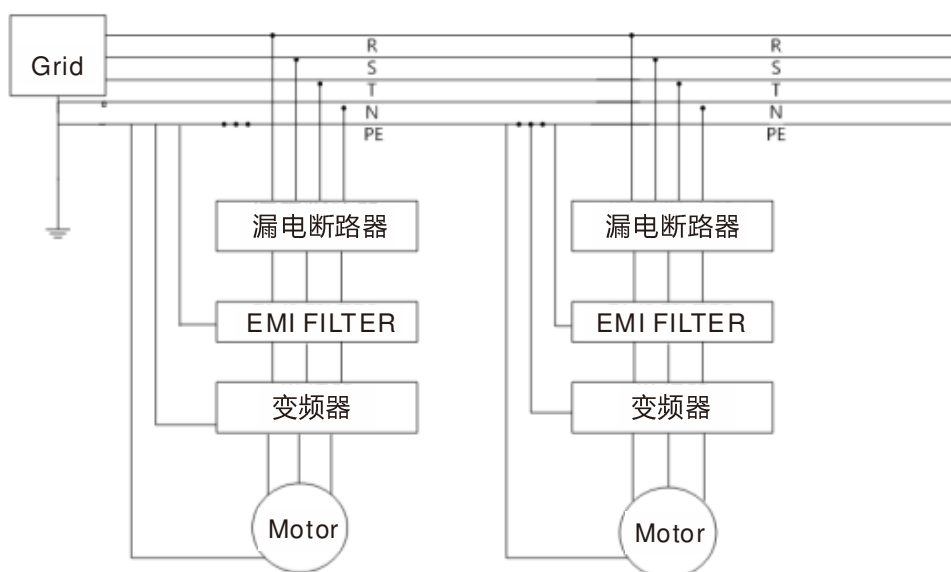

图 1.5.2-1: 漏电断路器接线示意图。
1.5.2.1 漏电断路器需在每一台变频器输入与市电间安装，接线示意图如图 1.5.2-1。